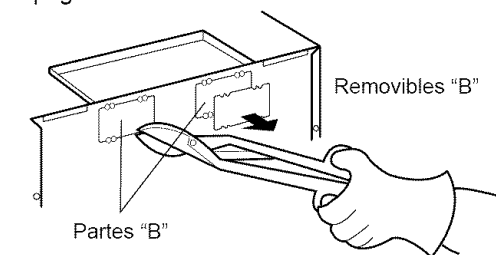

Figura 14
3. Use tijeras o cizallas de hojalata para cortar y quitar los removibles "B" de la placa posterior. Descarte los removibles. Tenga cuidado de no deformar la placa. Vea la **Figura 14**.